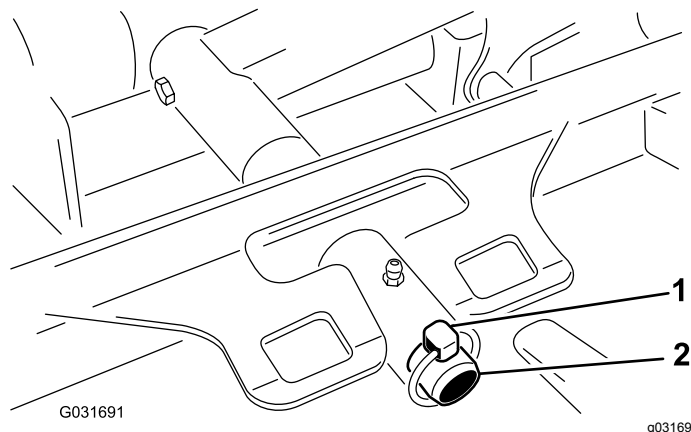

Figura 81
3. Retire o pino de sujeição que fixa a estrutura de suporte da plataforma ao pino da articulação do braço de elevação (Figura 81).
3. Deslize a estrutura de suporte da plataforma para o pino da articulação do braço de elevação e prenda-a com o pino de sujeição (Figura 81).